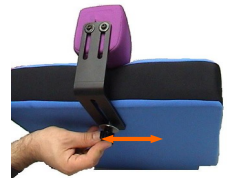

fig. 19: regolazione laterale divaricatore
- √ **Regolazione laterale del divaricatore** (fig. 19)